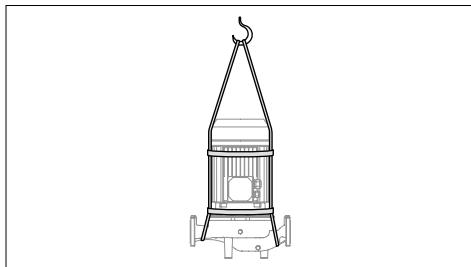

FIG. 1 Loft af 3E-pumper ved hjælp af løftetov
- Fjern bolt(en) mellem pumpehuset og motorbeslaget, og fjern motoren aksialt. Brug et egnet hejseværk ved løfteflytning af pumpen. (FIG. 1)